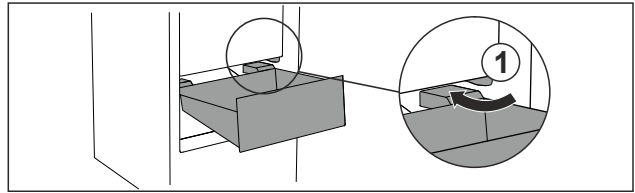

Fig. 116
- Guider le tiroir en biais en contournant les butées Fig. 116 (1).